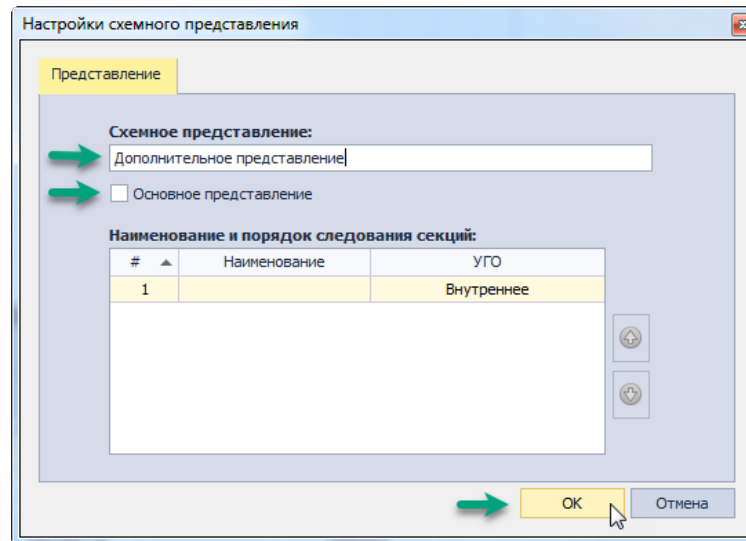

Рис. 249 Ввод нового имени схемного представления
2. Введите новое имя в поле «Схемное представление», см. Рис. 249.